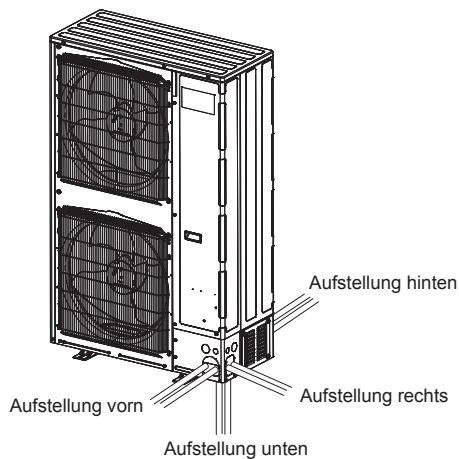

Fig. 4-11
- ① Die Kältemittelrohrleitung-Verbindungen für die Innen-/Außenanlage vornehmen, wenn das Absperrventil der Außenanlage vollständig geschlossen ist.
- ② Luftreinigung unter Vakuum vom Innenaggregat und dem Rohrleitungsanschluss aus.
- ③ Bringen Sie die vordere und hintere Abdeckung so an, dass sie der Rohrleitungsrichtung entsprechen. (Fig. 4-11)
- Wenn Sie Rohrleitungen mit einer Rohrleitungsabdeckung verlegen, schneiden Sie das Loch zum Ausbrechen in der Rohrabdeckung (B) oder (C) entlang der Einkerbung aus, und umwickeln Sie die Rohre. (Fig. 4-11)